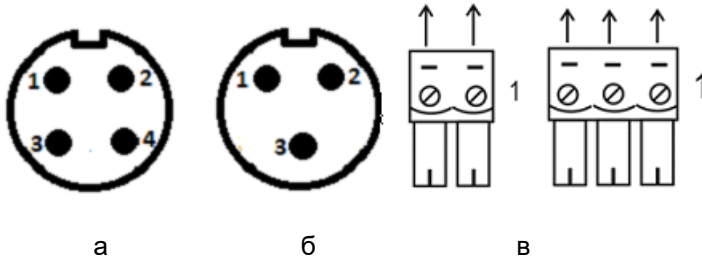

Рис. 11. Цоколевка кабельной части разъемов X9 – X12 (а)
2.1.2.6. Для подключения ИП используйте разъемы X9 – X16, а также клеммники X1.2 – X8.2 в блоке КС и X1.2, X2.2 в каждом ИП. Цоколевка кабельной части разъемов X9 – X12 приведена на рис. 11а. Цоколевка кабельной части разъемов X13 – X16 приведена на рис. 11б. Цоколевка клеммников приведена на рис. 11в.